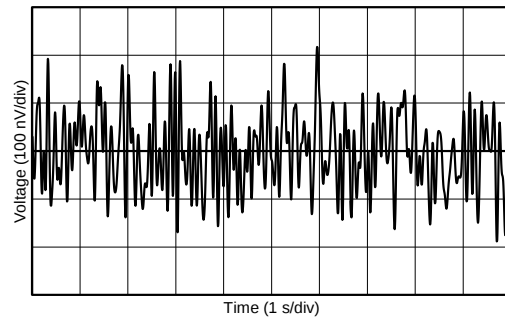

FIG 14. 0.1-Hz to 10-Hz Noise
0.1-Hz to 10-Hz Noise	Figure 14